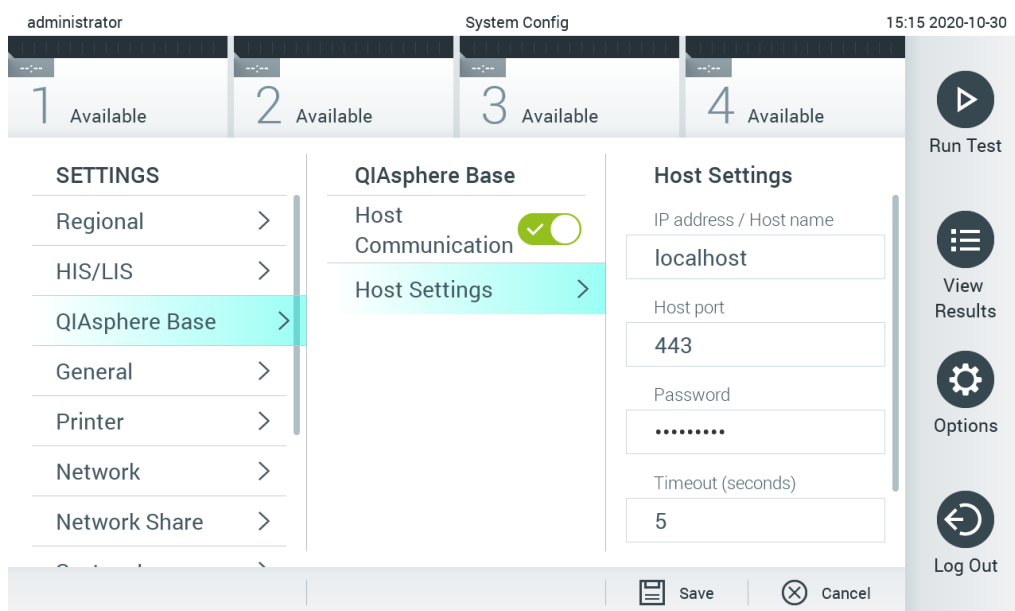

Bild 73. Konfigurera QIASphere Base-anslutningen.
2. Välj QIASphere Base från inställningslistan i den vänstra kolumnen (bild 73).